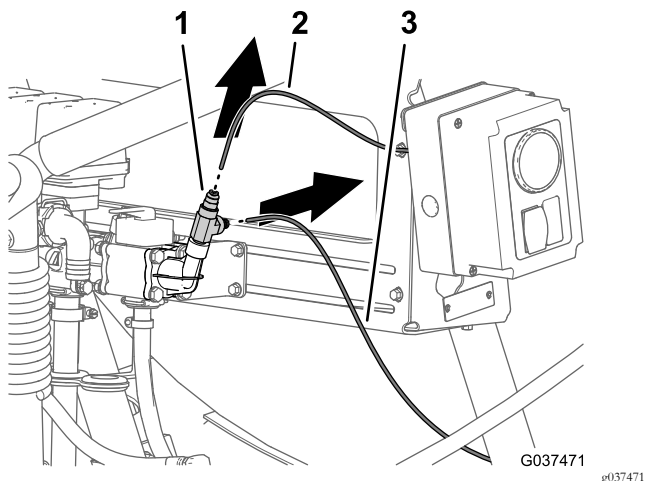
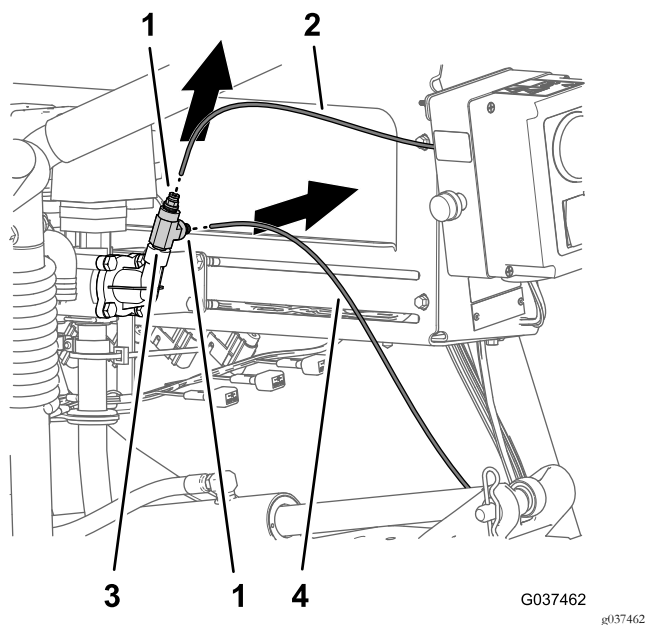

図 11
図 12
1. 水圧ポートフィッティングのT字フィッティングにあるチューブカップラ用のカラーを押し込む 図 11 または 図 12。
2. チューブカップラからダッシュボード用の水圧検知チューブを抜き出す 図 11 または 図 12。
3. チューブカップラからスプレーガン用の水圧検知チューブを抜き出す 図 11 または 図 12。